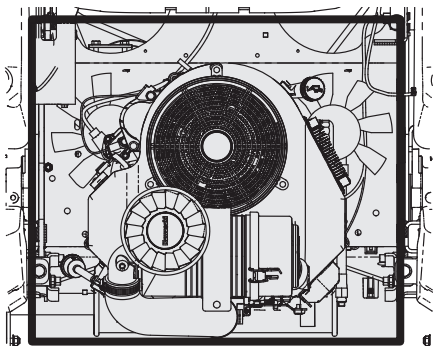

Figure 35
- Nettoyez le collecteur d'échappement, les fusibles, tous les câbles et faisceaux, le tuyau du silencieux, le bouclier du silencieux, les grilles d'admission du moteur et les ailettes de refroidissement, etc. (Figure 35).